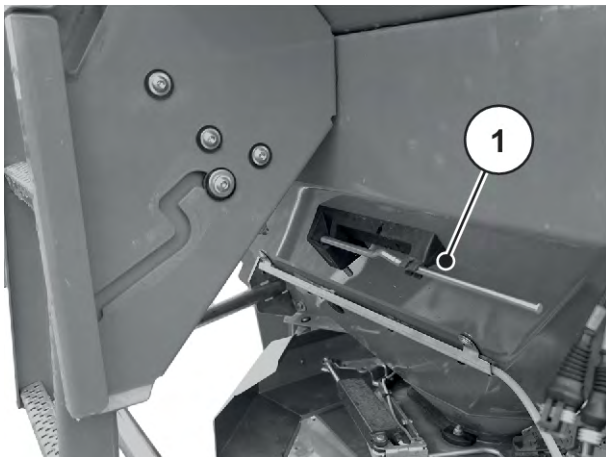

Рис. 27: Положение регулировочного рычага AXIS хх.2
- ▶ Поместите регулировочный рычаг в предусмотренное для него крепление. См. *Рис. 27 Положение регулировочного рычага AXIS хх.2*